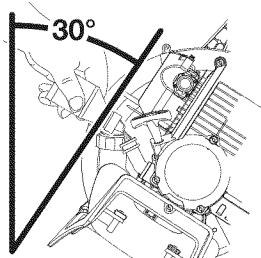

Fig. 10
- Incline el unidad 30° (Fig. 10).
- Vierta todo el contenido de la botella de aceite en el cigüeñal (Fig. 10).
- NOTA:** No hay necesidad de encender la unidad. El Control de Parada Arranque y Apagado está en la posición Arranque (I), en todo momento (Fig. 10).